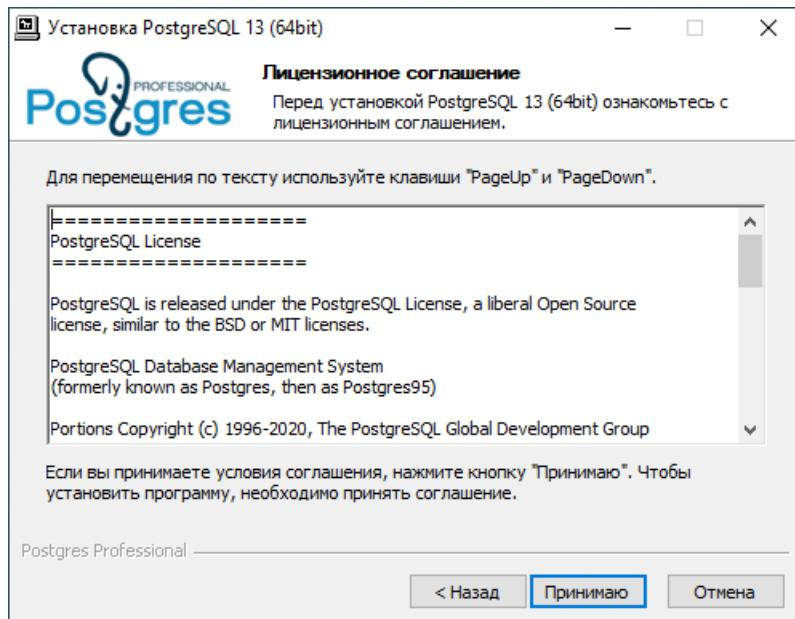

Рисунок 3 - Установка PostgreSQL
4. Ознакомьтесь с лицензионным соглашением и нажмите Принимаю (Рисунок 3).